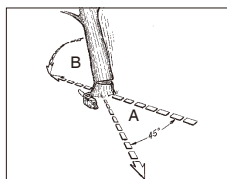

Fig. 11A
⚠ ADVARSEL: En tilflugtssti (A) bør planlægges og gøres klar, før nedskæringerne går i gang. Tilflugtsstien skal gå bagud og diagonalt bagved den forventet retning af hvor træet skal falde, som vist i fig. 11A.
⚠ ADVARSEL: Som fældesnittet kommer tættere på falsen, skulle træet gerne begynde at falde. Når træet begynder at falde, skal du fjerne saven fra snittet, stands motoren, læg saven ned, og forlad området via tilflugtsstien (Fig. 11A).